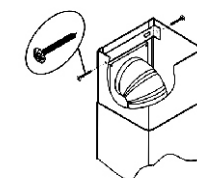

рис. 8
- выдвиньте фальштрубу на прежнее место до совпадения отверстий с кронштейном на стене, закрепите двумя самонарезающими винтами 4x11 (см. рис. 8).